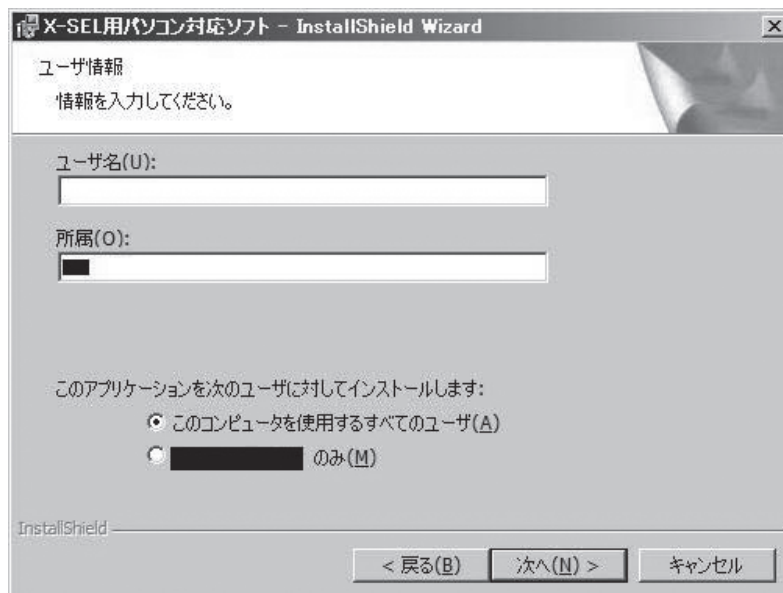

図 1.4 ユーザ情報登録
- ④ ユーザ情報登録画面（図 1.4）が表示されますので、ユーザ情報を入力し、[次へ] をクリックします。